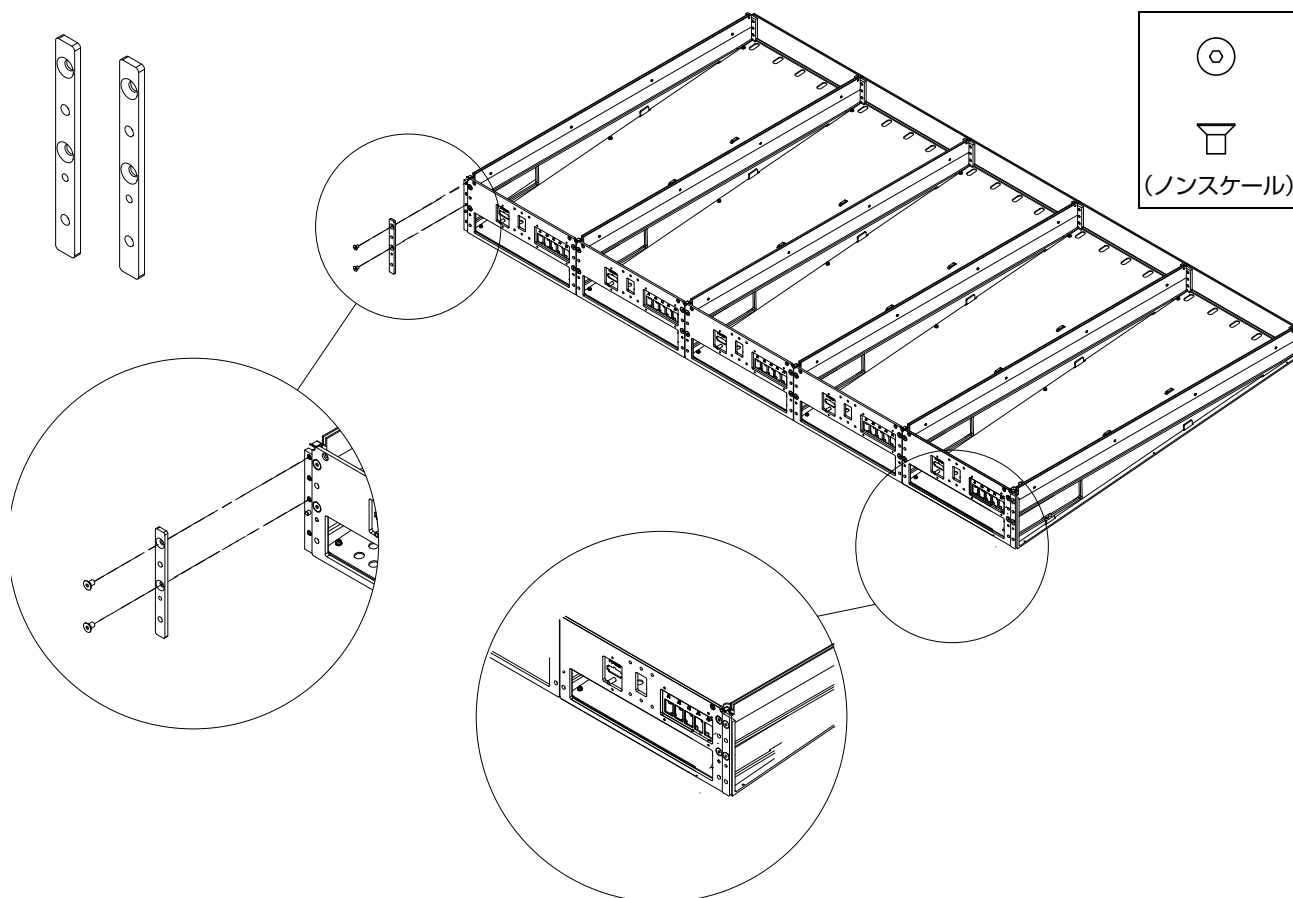

図 21. 後脚取り付け用スペーサー・バーを取り付ける、後脚取り付け用スペーサー・バー（左上）
- 2 フレームの背面に立ち、留め具Hexを2つずつ使って、フレーム背面の左右の隅にスペーサー・バーを1つずつ取り付けます（図21を参照）。スペーサーの方向が正しいことを確認してください。